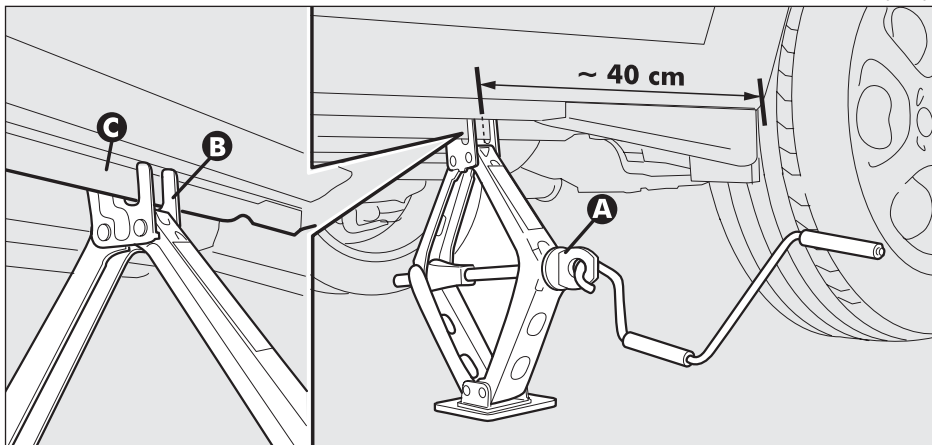

fig. 6
– accione el dispositivo (**A-fig. 6**) para abrir el gato parcialmente hasta que la ranura (**B**) en la parte superior del gato se introduzca correctamente en el perfil inferior de la carrocería (**C**) a unos 40 cm del perfil del cárter de la rueda;